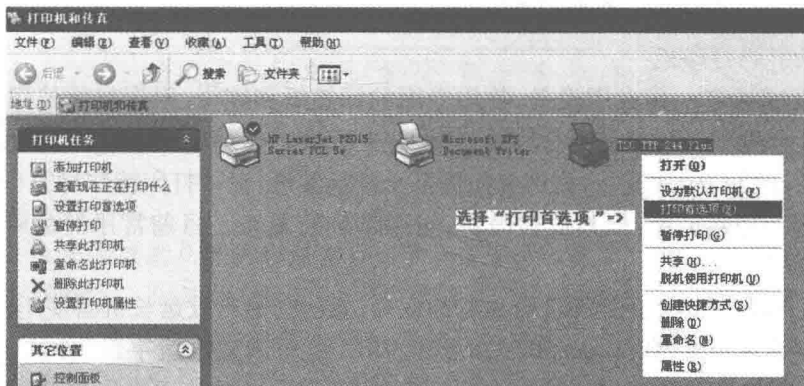

图 1-2 TSC 条形码打印机设置界面
(1) 从“控制面板”中打开“打印机和传真”界面,并选择 TSC TTP-224 Plus 打印机,右键选择“打印首选项”,见图 1-2;